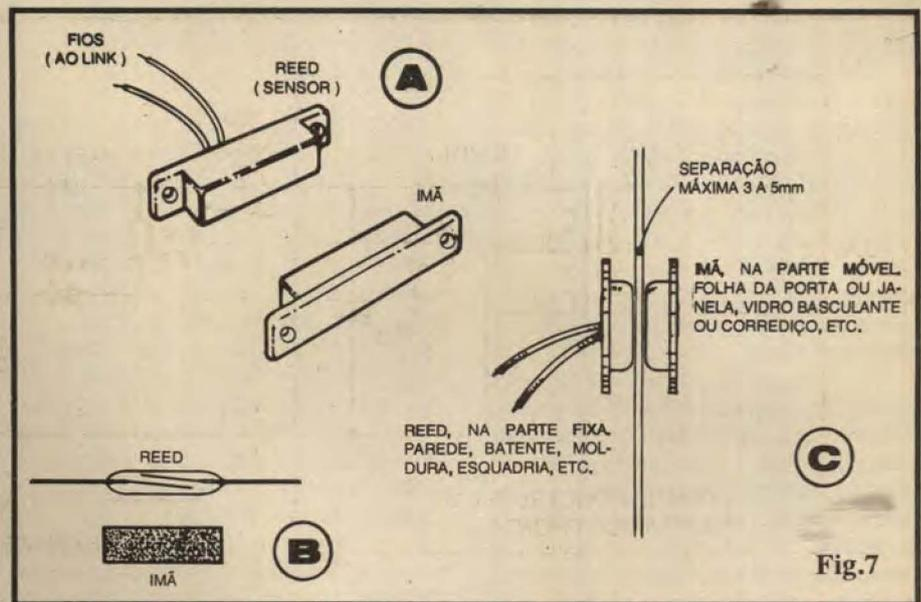

Fig.7
- - Quantos conjuntos de sensores Normalmente Fechados, tipo REED-imã, sejam necessários para compor os links de proteção (ver FIGS. 7 e 8)
- FIG. 7 - DETALHANDO OS SENSORES "N.F." DOS LINKS - Os *links* (elos) de proteção são formados por conjuntos/série de interruptores de lâminas, magneticamente acionados pela proximidade de respectivos imãs (também conhecidos pelo nome genérico de "conjuntos REED/imã"...). Tais conjuntos poderão ser em qualquer número, normalmente com as reais quantidades condicionadas por "quantas portas e janelas" se pretende proteger